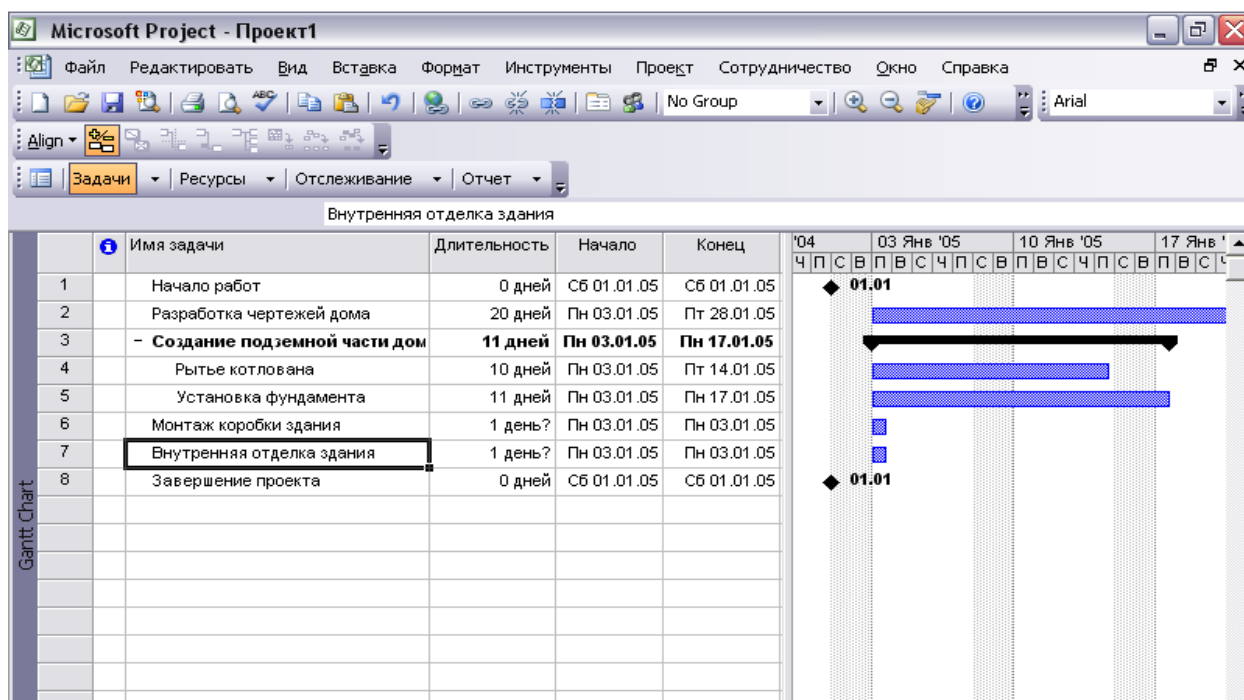

Рис.5. Суммарная задача в проекте
- Нажмите комбинацию клавиш Alt+Shift+→. Выделенные в таблице названия работ будут сгруппированы (рис.5).